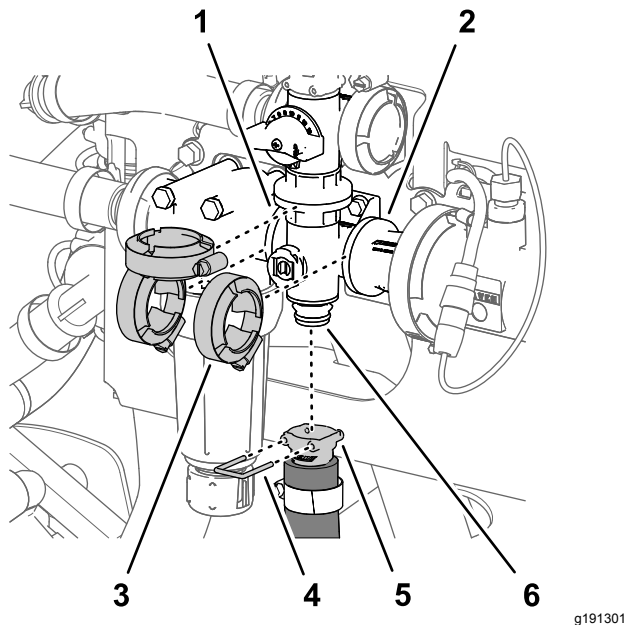

Figure 104
- Retirez l'étrier qui fixe le raccord rapide du flexible d'agitation au collecteur de la vanne d'agitation (Figure 104).
- Retirez les 3 colliers bride qui fixent le collecteur de vanne d'agitation aux brides de la tête du filtre sous pression et à l'adaptateur d'accouplement (Figure 104).